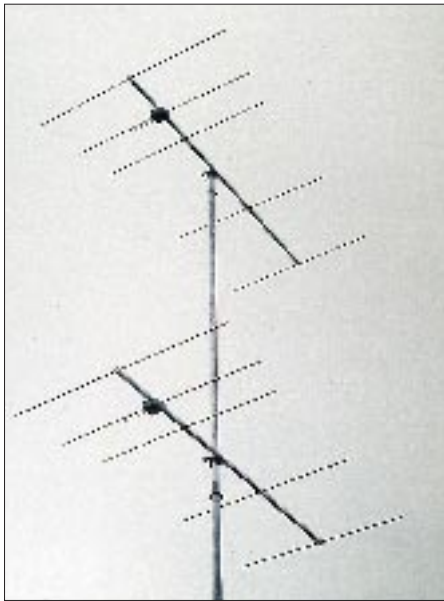
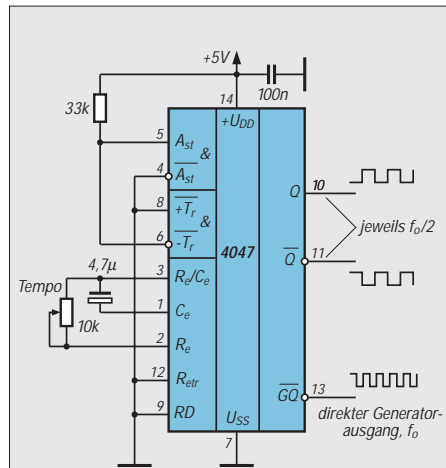

Bild 5: 5-Element-Yagi (Langausführung, Typ 2) als Zweiergruppe
Bild 1: 4047 im astabilen Betrieb, freilaufend.
Rückdämpfung. Für den Einsatz in der oberen Bandhälfte (FM-Direktkanäle und Relais) müssen alle Elemente 6 mm kürzer veranschlagt werden; ein Kompromiß für das gesamte Band ist bei Verkürzung um 3 mm je Element möglich. Das Trägerrohr besteht aus Vierkantrohr 15 mm × 15 mm, die Elemente aus Rundrohr 8 mm × 1 mm, der Faltdipol aus 6-mm-Rohr. Bild 1 zeigt die Abmessungen, Bild 4 die fertig montierte Yagi.
Das Trägerrohr besteht aus Aluminiumprofil 20 mm x 20 mm, die Elemente haben 10 mm Durchmesser. Die Längen entsprechen den Klammerwerten in Bild 1, zwei gestockte Yagis dieser Bauart sind in Bild 5 zu sehen.
Die CMOS-IS ist laut Datenblatt ein Multivibrator, programmierbar für astabilen oder monostabilen Einsatz. Im astabilen Betrieb kann an zwei Pins die Takterzeugung getort werden. Laut Daten sollte der 4047 bis +10 V arbeiten; in der Praxis lief der CD 4047 BF jedoch nur im Bereich von 4 bis 6 V einwandfrei. Bild 1 zeigt die Grundvariante für den astabilen Betrieb. Für die frequenzbestimmenden Bauelemente R und C gelten Obergrenzen, für C sind das etwa 15 µF, für R ungefähr 15 kΩ.
Bild 2: Teilstromlaufplan eines Taktgenerators mit 4047 im Start/Stop-Betrieb. Links ist die Torung mit H-Potential H an  $A_{st}$ , rechts die mit L an  $A_{st}$  dargestellt, die anderen Pins behalten ihre Beschaltung nach Bild 1. Der 33-kΩ-Widerstand (wie in Bild 1) legt die Pins definiert an H.
Mit einem Einstellbereich des Potentiometers von  $100 \Omega$  bis  $10 \text{ k}\Omega$  läßt sich, gemessen an Pin 10 (Q) und  $C = 4,7 \mu\text{F}$  ( $1 \mu\text{F}$ ;  $0,1 \mu\text{F}$ ), der Bereich 66 bis 5 Hz ( $250$  bis  $23 \text{ Hz}$ ;  $2500$  bis  $250 \text{ Hz}$ ) überstreichen. Letztere Kombination ist für einen Mithörgenerator optimal. Aus Bild 1 ist erkennbar, daß bereits mit vier externen Bauelementen ein repräsentativer Taktgeber entsteht.
Bild 5 stellt den Taktgenerator sowie den möglichen Mithörgenerator dar. Liegt der Steuereingang Enable an L (Masse), gibt der Ausgang Impulse ab. Zu beachten ist hier, daß der interne Generator im Takt-raster weiterschwingt. Mit der H/L-Flanke an  $\overline{E}$  läßt sich der Impulsbeginn an Q nicht beeinflussen. Für das Start/Stop-Prinzip ist dieser Taktgeber daher nicht brauchbar; für den Mithörbereich dagegen spielt genannter Effekt keine Rolle.
**Bild 5:** Stromlaufplan eines Takt- und Mithörgenerators mit dem 74 LS 629. Beim Potentiometer Tempo wurden Anfang, Schleifer und Ende gekennzeichnet, um die Drehrichtung der Tendenz der Frequenzveränderung zuzuordnen.